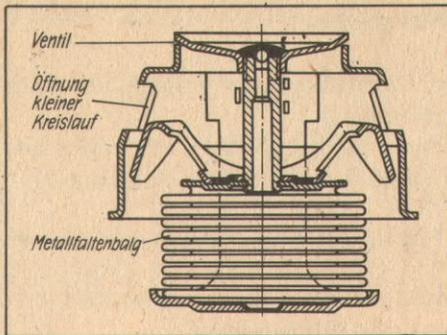

Bild 72/1 Schnitt durch ein Thermostatventil
- Erkunden Sie an einem defekten Thermostatventil aus einer Werkstatt den Aufbau dieses Temperaturreglers, und vergleichen Sie ihn mit Bild 72/1!